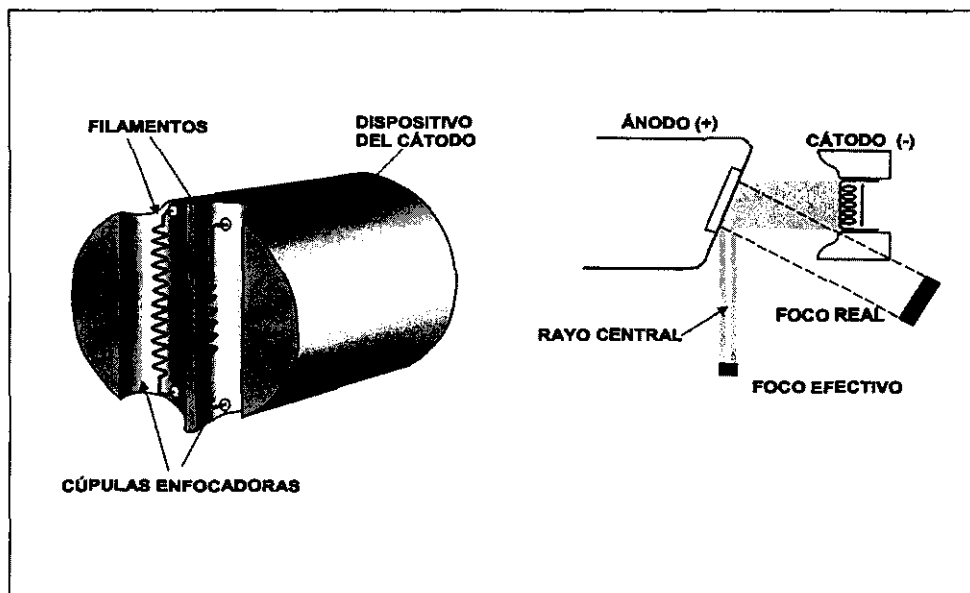

Figura 2
**En la Figura 2 se muestra:**